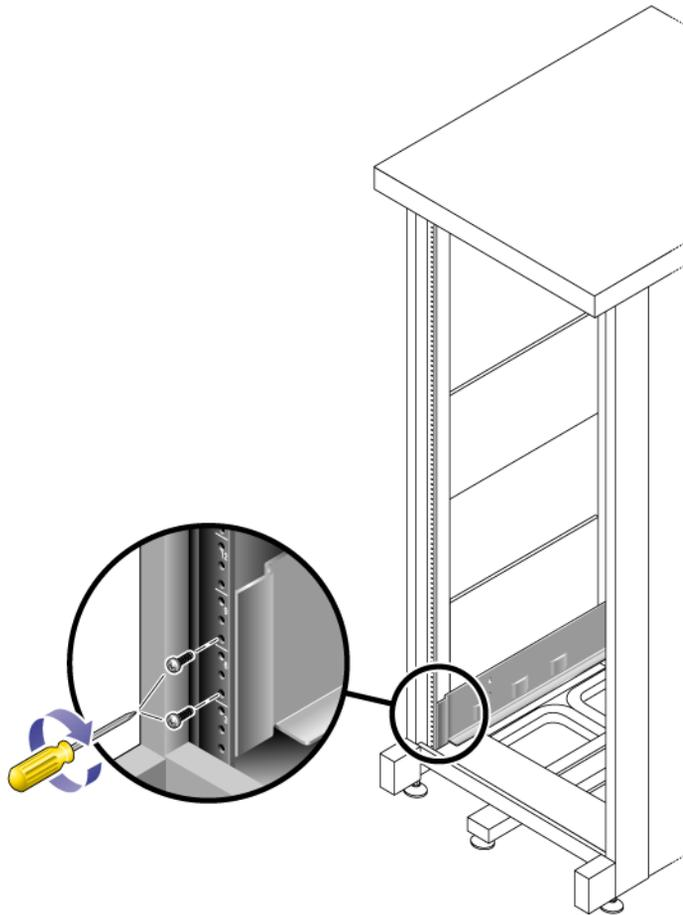

FIGURE 2-3 Fixation du rail gauche à l'avant de l'armoire
2. À l'aide d'un tournevis cruciforme n°2, insérez et serrez deux vis 8-32 pour fixer le rail gauche à l'avant de l'armoire (FIGURE 2-3).